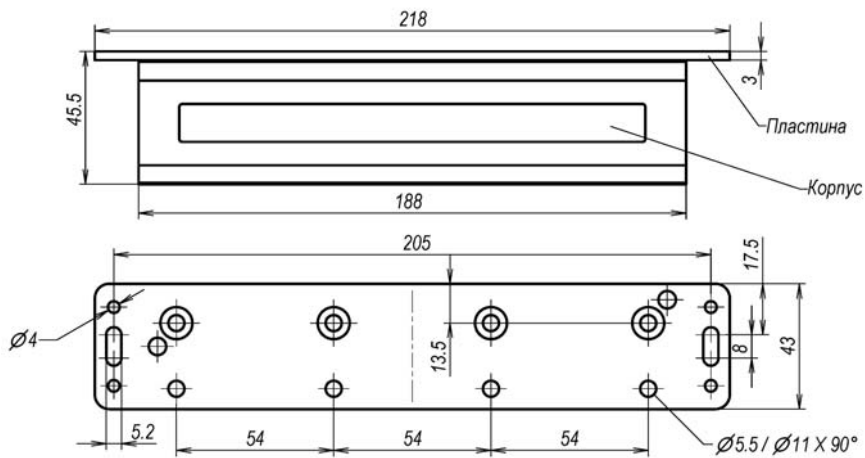

Рис. 5 Корпусная часть.
5.1 Габаритно-установочные размеры частей замка приведены на рис.5 и 6.